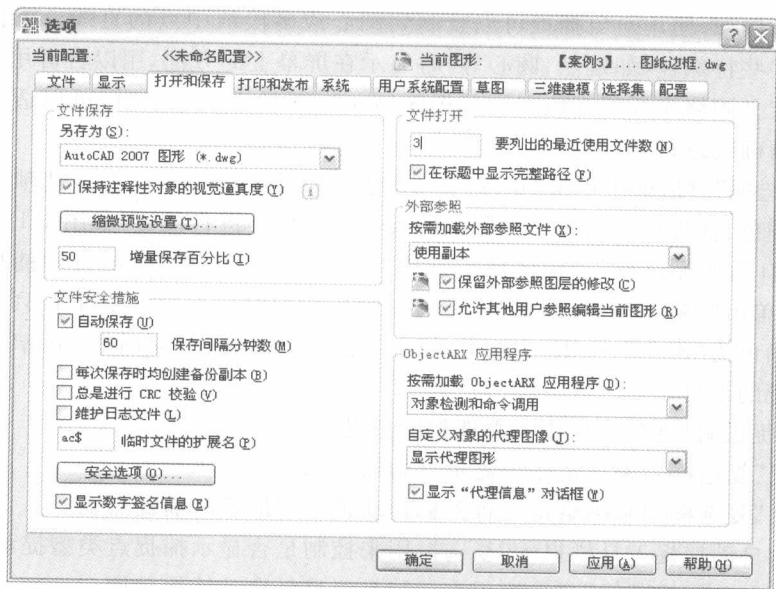

图 1-12 “选项”对话框的“打开和保存”选项卡
(1) 在“选项”对话框中选择“打开和保存”标签,打开“打开和保存”选项卡。在该选项卡中可以对文件保存的版本、自动保存的时间、最近打开文件的数目等进行设置,如图 1-12 所示。